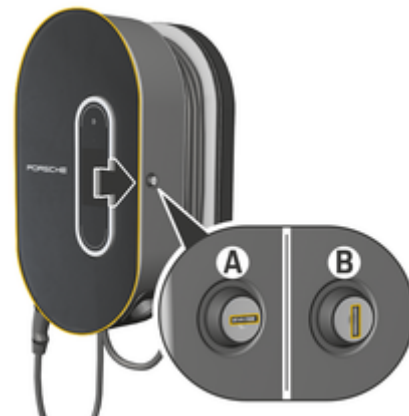

图 282 充电盒
▶ 将门锁转到位置 A（图 282）。
▶ 将门锁转到位置 B（图 282）。